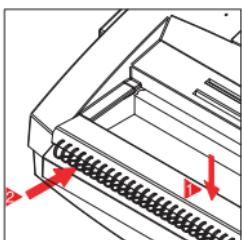

Figura-5
b.Posicionar la espalda metálica bajo el aprieten como enseñado en la figura 5